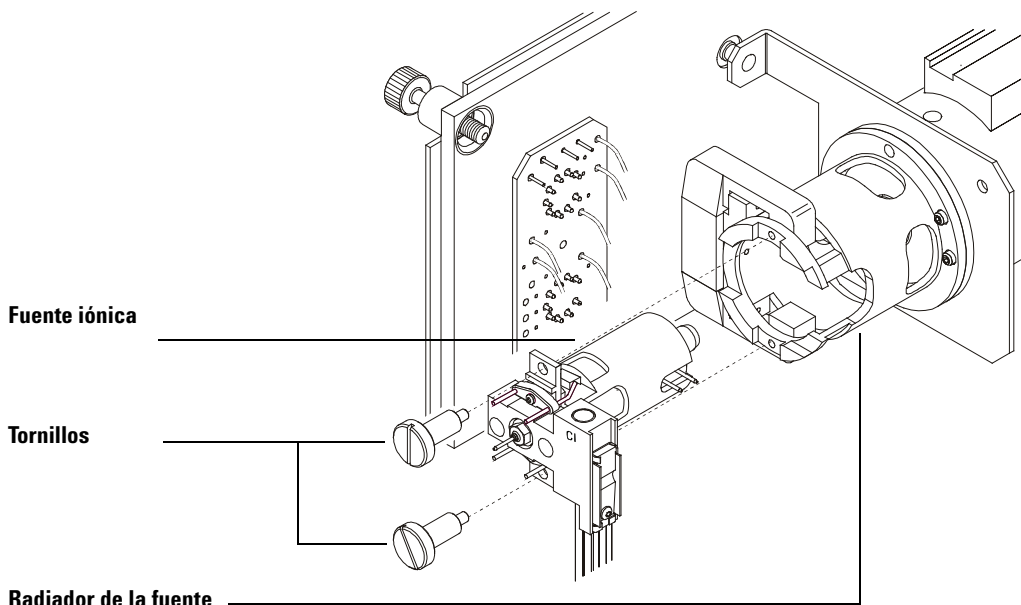

Figura 34 Instalar la fuente de iones de CI.
- 4 Reinstalación de los tornillos (Figura 34).